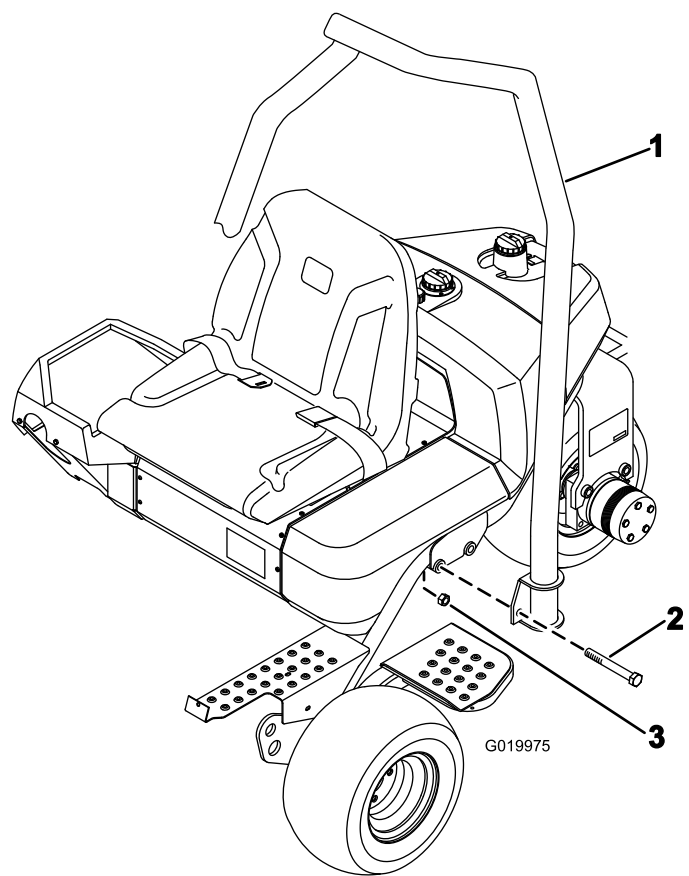

图 7
1. 调整翻车保护杆的位置使钢管的顶部弯向机器前面图 7。
2. 将翻车保护杆放低到机架上使其与安装孔对齐图 7。
3. 如图 7 所示用 2 个螺栓  $\frac{5}{8}$  x 4 $\frac{1}{2}$  英寸和锁紧螺母将翻车保护杆的两侧固定到机架上。